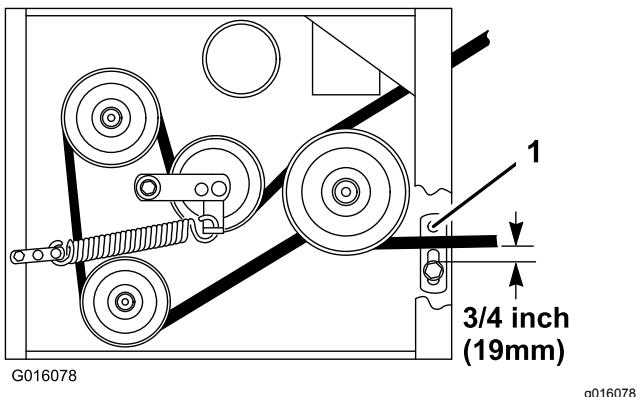

Bild 48
8. Stellen Sie sicher, dass die Riemenführung unter dem Motorrahmen richtig eingestellt ist (Bild 48).
**Hinweis:** Bei eingekuppeltem Mähwerkriemen muss der Abstand zwischen der Riemenführung und dem Mähwerkriemen 19 mm betragen (Bild 48). Stellen Sie den Mähwerkriemen ggf. ein. Der ausgekuppelte Riemen sollten nicht schleifen oder von der Scheibe rutschen, wenn die Führungen richtig eingestellt sind.